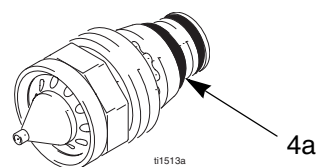

Fig. 19. Anello di tenuta conduttivo dell'ugello
5. Assicurarsi che il contatto di metallo (C) nel cannotto, l'anello di contatto dell'ugello (4a, Fig. 19) ed i contatti dell'elettrodo (E) siano puliti e non danneggiati.